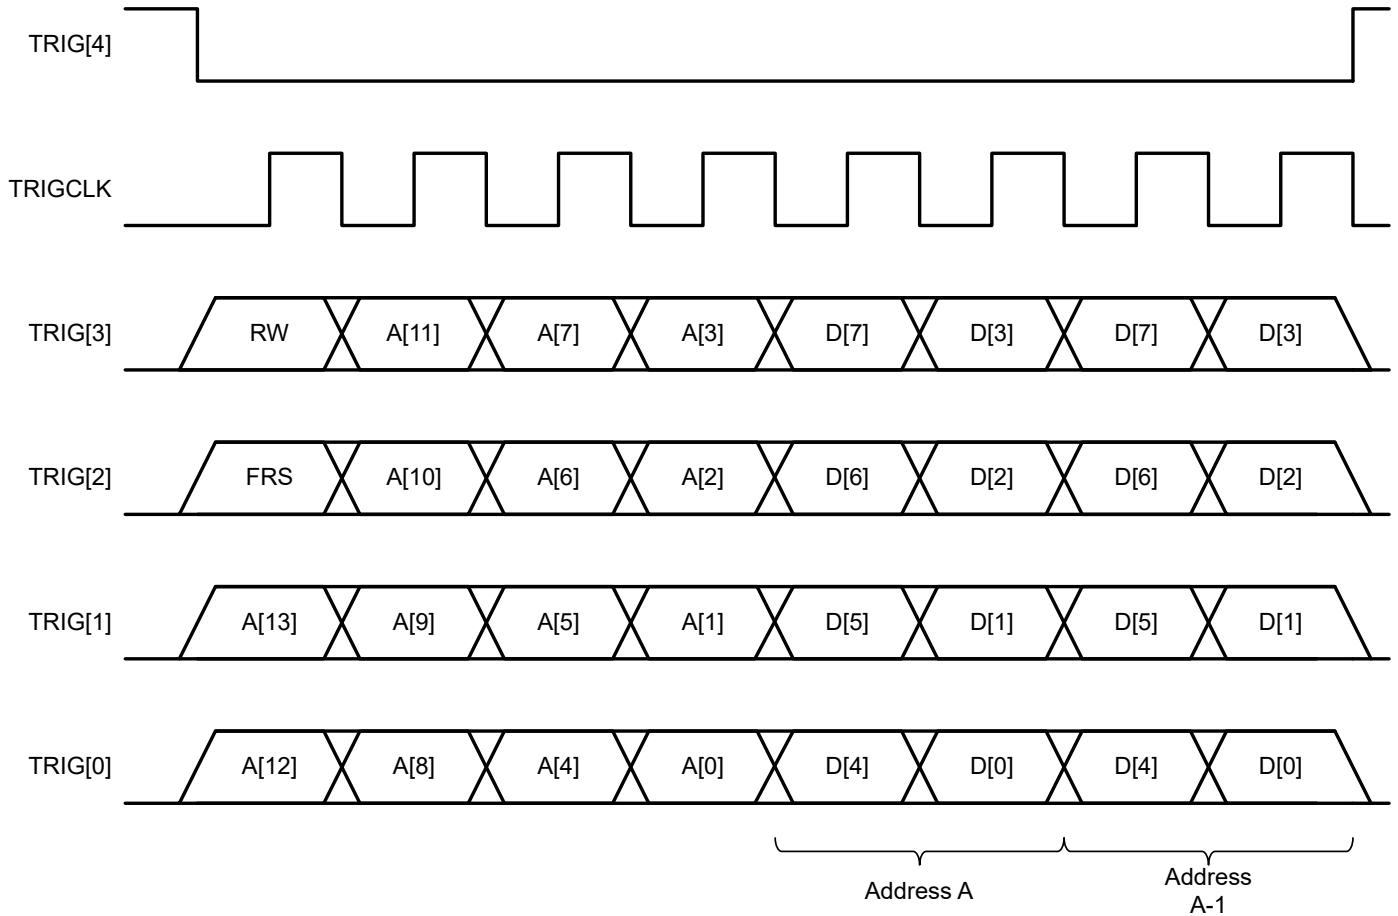

图 7-60. FR 接口时序图
快速重新配置 (FR) 接口提供快速的只写访问来配置 PFIR 系数和 NCO 频率和相位。FR 接口与 SPI 接口类似，但每个时钟周期发送 4 位，并且会重复使用外部触发器。图 7-60 展示了 FR 时序图。它使用一个 R/W 位（对于该器件，始终设为 0 以指示写操作）、一个事务同步位 FRS 和 14 位地址，后跟一定数量的数据字节。地址在每个数据字节后递减（与小端字节序一致）。该接口可按字节寻址，数据在每个字节后提交。FR 接口每时钟占用 4 位（一个半字节）。对于多半字节字段，系统会首先发送数据的半字节最高有效位。